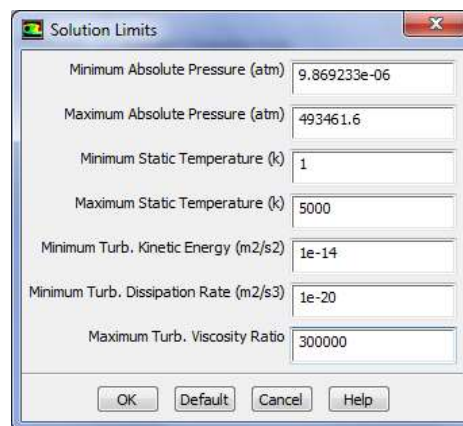

Рис. 6.15 – Меню *Limits*
2. Установка решателю более жёстких ограничений на изменение параметров через меню «*Limits*» (рис. 6.15).